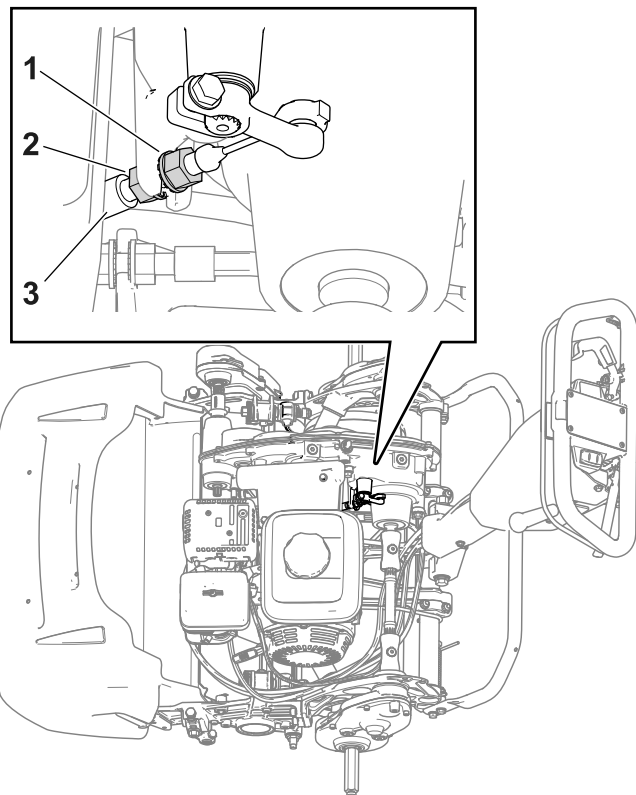

Figura 39
- Para aumentar la tensión del cable, afloje la tuerca autoblocante del cable delantero y apriete la tuerca autoblocante trasera (Figura 39). Repita el paso 2 y ajuste la tensión si es necesario.
- Para reducir la tensión del cable, afloje la tuerca autoblocante trasera del cable y apriete la tuerca autoblocante del cable delantero (Figura 39). Repita el paso 2 y ajuste la tensión si es necesario.